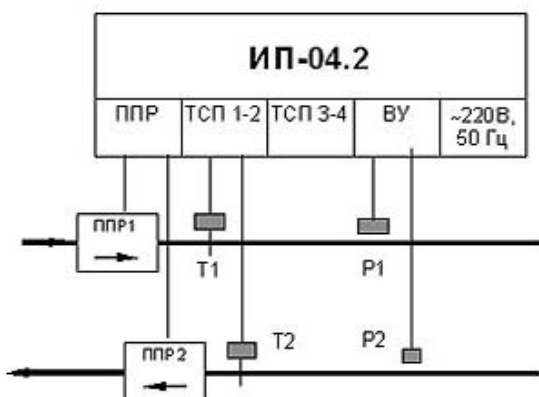

Рис.2. ФОРТ-04.2.0 для закрытой (открытой) системы теплоснабжения, с измерением тепловой энергии, как разности поданой и возвращаемой теплоносителем.
**ФОРТ-04.2.0** . - для закрытой/открытой системы теплоснабжения. Температура холодной воды программируется (рис.2.).